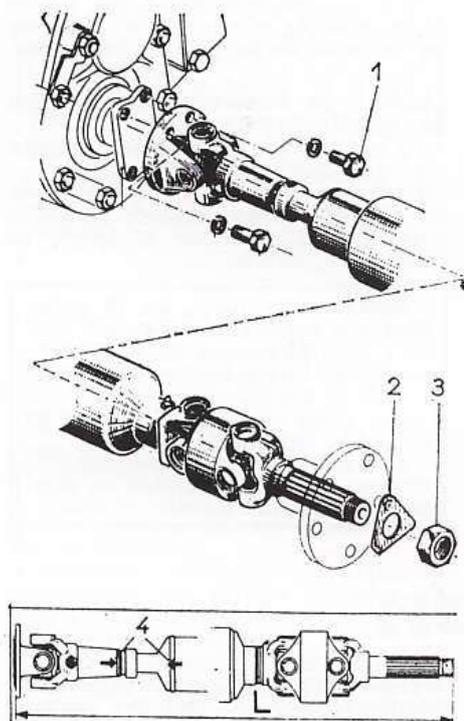

Fig. 79. — Dépose de la transmission
- Débloquer, sans les déposer, les quatre vis fixant la transmission sur le plateau d'entraînement (1) (fig. 79).
- Rabattre le frein (3), déposer l'écrou (4) de fixation de l'ensemble support de roulements et moyeu.
- Dégoupiller et déposer l'écrou de fixation du ressort supérieur et l'axe et basculer le pivot vers le bas pour faciliter le dégagement de la transmission (A).
- Déposer la transmission Glaenger. Au remontage des arbres de transmission, s'assurer que les flèches (4) gravés sur embout et corps sont bien en regard l'une de l'autre (fig. 79).